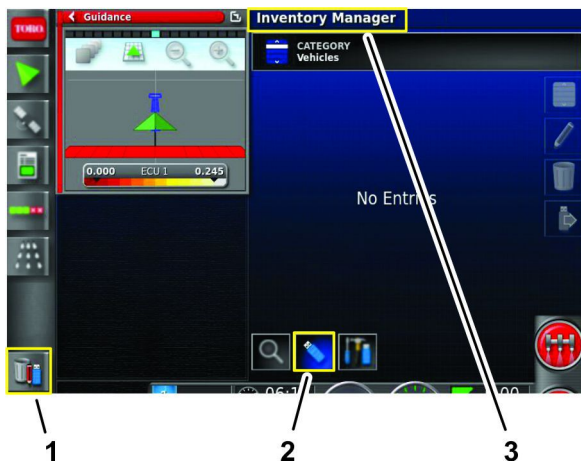

Рисунок 102
3. Нажмите на значок управления ресурсами (Рисунок 102).
4. Если заголовок в верхней части экрана содержит «Управление ресурсами», нажмите на значок переключения просмотра (Рисунок 102).